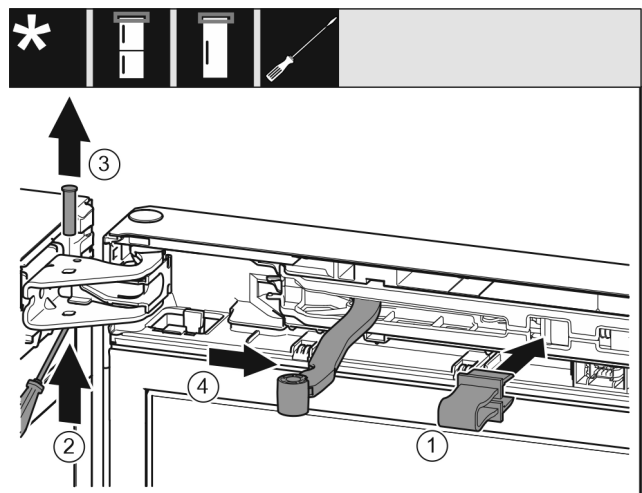

Fig. 9
- Kapni siguresën Fig. 9 (1) në vrimën përkatëse.
- Zhvidhosni bulonin Fig. 9 (2).
- Nxirrni jashtë bulonin Fig. 9 (3) duke e ngritur lart.
- Ktheni menteshën Fig. 9 (4) në drejtimin e derës.